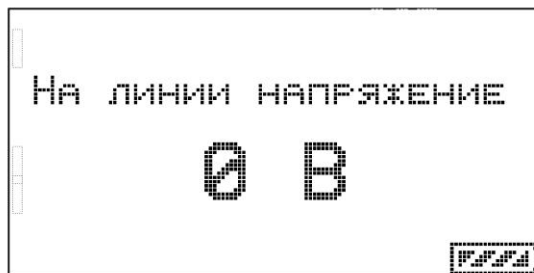
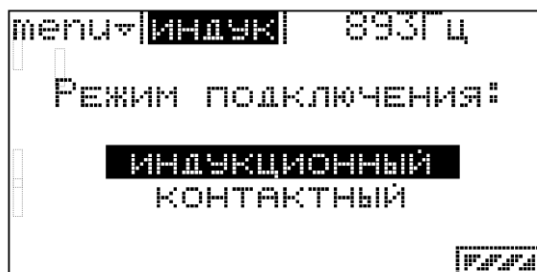

Рисунок 3
Рисунок 4
- тумблер (1) в положении «Выкл»;
- к клемме (5) подключено заземление;
- к клемме (4) подключена трасса, либо в гнездо (7) подключен индуктор.
Включение прибора осуществляется переключением тумблера (1) в положение «Вкл». При этом на индикаторе (6) в течение 5 секунд отображается заставка. По истечении 5 секунд, прибор самостоятельно переводится в режим вольтметра (Рисунок 3). В случае обнаружения напряжения на клеммах (4) и (5) на индикаторе (6) выводится соответствующая надпись, и дальнейшее продолжение работы возможно только в индукционном режиме (более 100 В) (принудительно отключается возможность перехода в контактный режим подключения). Переход в рабочий режим (Рисунок 4) осуществляется нажатием кнопки «*» (9).